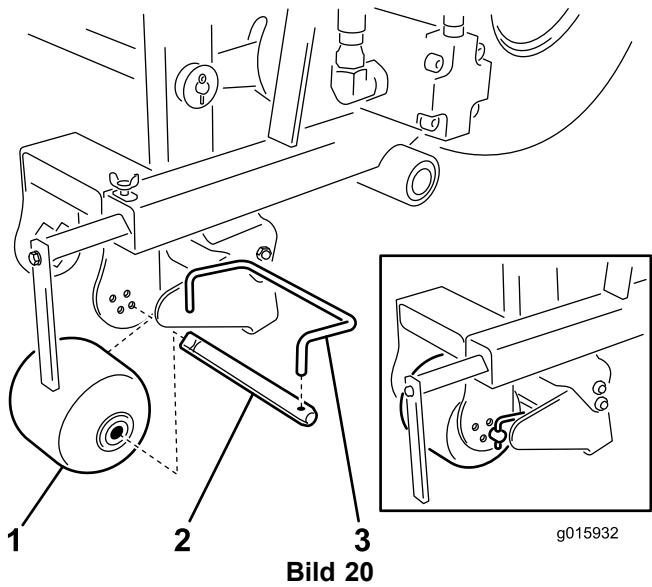

Bild 20
3. Entfernen Sie die Abstreiferstange von der Rollenwelle (Bild 20).
4. Entfernen Sie die Rollenwelle von der Rolle (Bild 20).